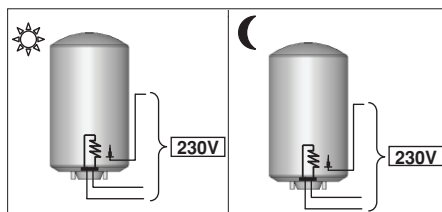

Figura 13 – PROfessional TECH Alimentação permanente
- Resistência e PROfessional TECH ⇔ Alimentação contínua (Figura 13).